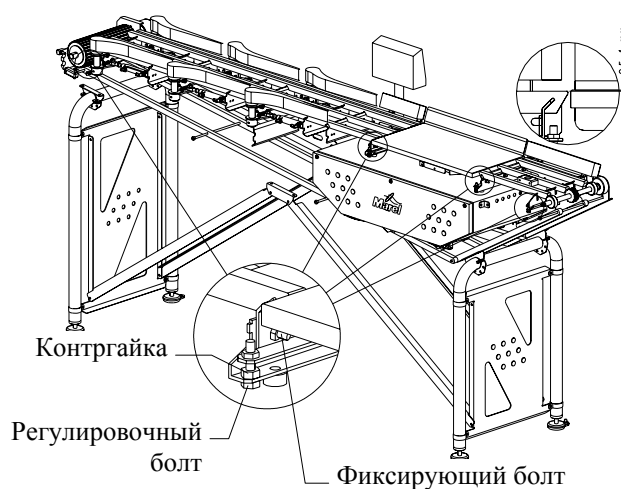

Рис. 34 Регулировка секций.
- 8 Возможно придется также отрегулировать подающую и раздающую секции по отношению к ведомому валу и валу мотора. Это делается как описано выше, за исключением того, что начинать надо с ослабления фиксирующего болта (см. Рис. 34) до того, как начинать регулировку каждой секции.